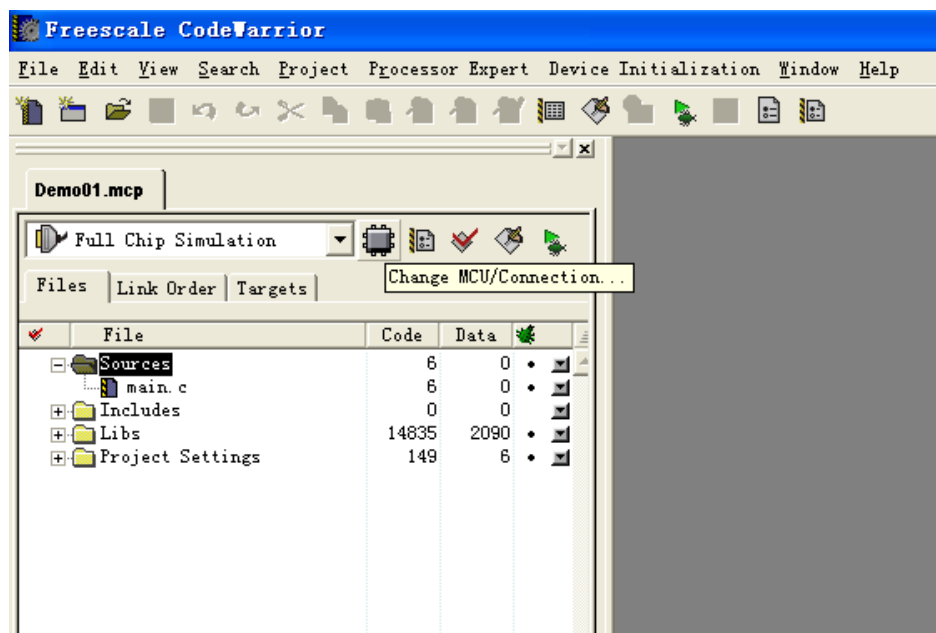

图 1-9 工程窗口
8、点击完成系统会根据上面的设置信息创建新工程，新工程窗口如图 1-9 所示。